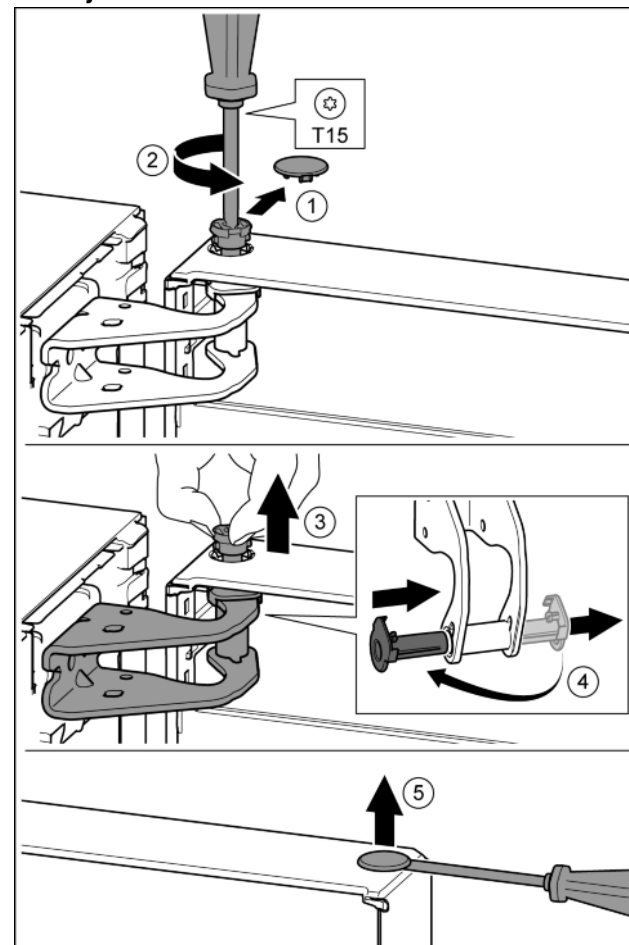

Fig. 12
- Opatrne vytiahnite poistný kryt. *Fig. 12 (1)*
- Skrutkovačom T15 trochu vyskrutkujte čap. *Fig. 12 (2)*
- Pevne držte dvere a čap vytiahnite prstami. *Fig. 12 (3)*
- Puzdro ložiska vytiahnite z vedenia. Nasadíte z druhej strany a zaklapnete. *Fig. 12 (4)*
- Plochým skrutkovačom opatrne nadvihnite a vyberte zátku z puzdra ložiska dverí. *Fig. 12 (5)*